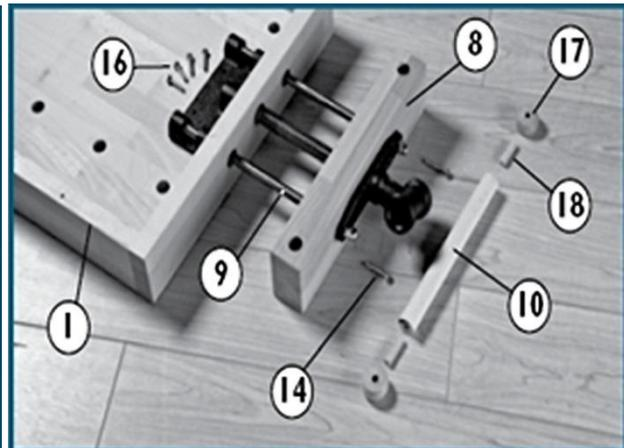

Abbildung 4
4. Schieben Sie den Schraubstock (9) durch die Bohrungen in die Klemmbacke (8) und befestigen Sie ihn in den dafür vorgesehenen Bohrungen an der Hobelbank-Arbeitsplatte (1). Befestigen Sie den Schraubstock (9) mit vier Sechskantschrauben 6x30 mm (16) an der Platte und mit zwei Sechskantschrauben 6x40 mm (14) an der Klemmbacke. Montieren Sie den Schraubstockhebel (10) am Schraubstock und befestigen Sie den Hebelkopf (17) mit einem Dübel (18) wie auf der Abbildung 4 dargestellt ist. Wiederholen Sie alle Schritte für den anderen Schraubstock auf der Vorderseite.